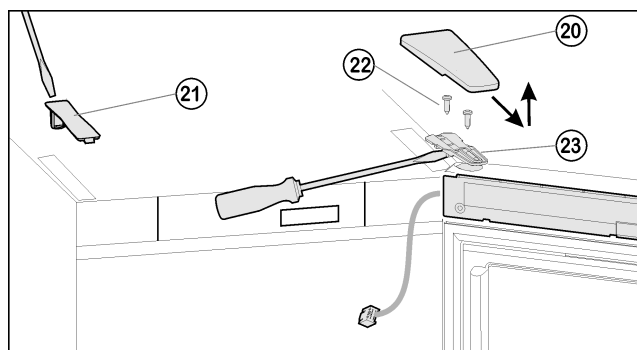
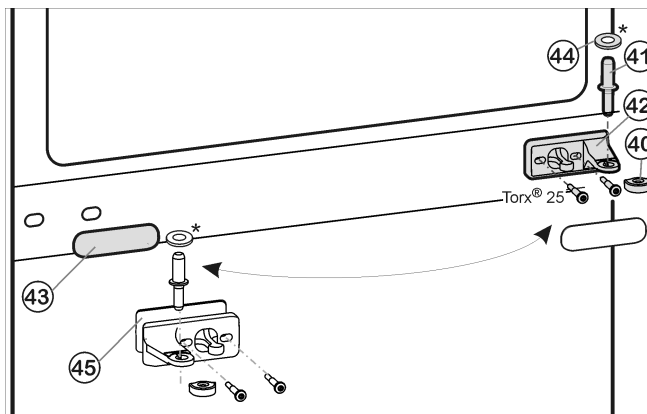
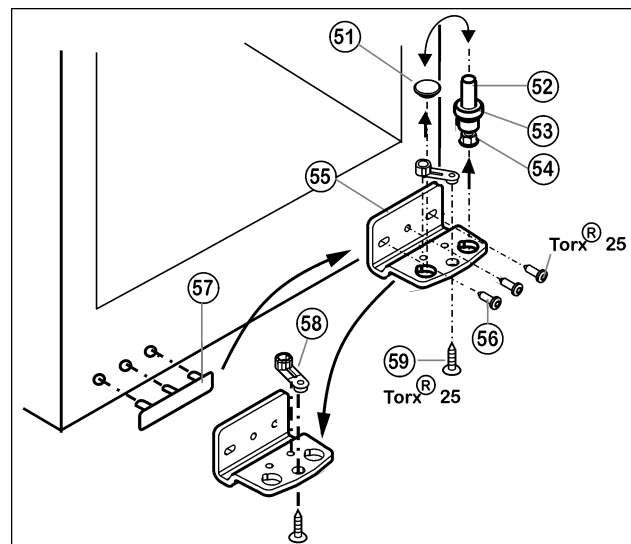

Fig. 6
Fig. 7
Fig. 8
- ▶ Elever le cache Fig. 6 (20) vers l'avant et vers le haut
- ▶ Retirer le cache Fig. 6 (21).
- ▶ Dévisser entièrement les vis Fig. 6 (22).
- ▶ Enlever vers le haut la porte complète avec support d'appui Fig. 6 (23) et câble. Se servir du tournevis à tête fendue comme d'un levier en le glissant sous le support d'appui pour déboîter la porte avec précaution.
- ▶ Retirer le pivot central Fig. 7 (41) du support d'appui et de la porte inférieure.
- ▶ Retirer le capuchon en plastique Fig. 7 (40).
- ▶ Dévisser le support d'appui du milieu Fig. 7 (42) (2 Torx® 25).
- ▶ Retirer avec précaution le panneau-cache Fig. 7 (43).
- ▶ Visser le support d'appui du milieu Fig. 7 (42) avec le support pivoté Fig. 7 (45) de 180° sur le nouveau côté charnière (avec 4 Nm).
- ▶ Encliquer de nouveau le panneau-cache Fig. 7 (43) tourné à 180° sur le nouveau côté poignée.
- ▶ Retirer le pivot Fig. 8 (52) complètement avec le disque Fig. 8 (53) et le pied réglable Fig. 8 (54) par le haut.
- ▶ Enlever le bouchon Fig. 8 (51).
- ▶ Dévisser Fig. 8 (55) le support d'appui Fig. 8 (56).
- ▶ Dévisser Fig. 8 (59) l'élément pivotant Fig. 8 (58) et le permuter dans le trou opposé du support d'appui.
- ▶ Soulever le cache côté poignée Fig. 8 (57) avec précaution et le positionner sur le côté opposé.
- ▶ Revisser à fond le support d'appui Fig. 8 (55) sur le nouveau côté charnière en utilisant une visseuse sans fil si nécessaire, avec un couple de serrage de 4 Nm.
- ▶ Replacer le bouchon Fig. 8 (51) dans l'autre trou.
- ▶ Replacer complètement le pivot Fig. 8 (52) avec le disque et le pied réglable. Faire attention à ce que les ergots d'encliquetage soient tournés vers l'arrière.
- ▶ Placer la porte par le haut sur le pivot Fig. 8 (52).
- ▶ Remettre le capuchon en plastique Fig. 7 (40) sur le support d'appui central Fig. 7 (42).
- ▶ Placer le pivot d'appui central Fig. 7 (41) au travers du support d'appui central Fig. 7 (42) dans la porte inférieure.
- ▶ Placer la porte supérieure sur le pivot central Fig. 7 (41), fermer la porte et placer le support d'appui Fig. 6 (23) supérieur de telle sorte à ce qu'il s'encliquete dans la face supérieure de l'appareil.
- ▶ Visser le support d'appui Fig. 6 (23) avec un couple de serrage de **4 Nm**. Pointer les trous de vissage ou avoir recours à une visseuse sans fil.
- ▶ Faire encliqueter le cache Fig. 6 (20) et le cache Fig. 6 (21).
- ▶ Mettre éventuellement la porte de niveau par rapport aux deux trous oblongs du support d'appui inférieur Fig. 8 (55) et le support d'appui du milieu Fig. 7 (42) pour qu'elle affleure avec l'habillage de l'appareil. Pour cela, dévisser la vis centrale du support d'appui inférieur Fig. 8 (55).